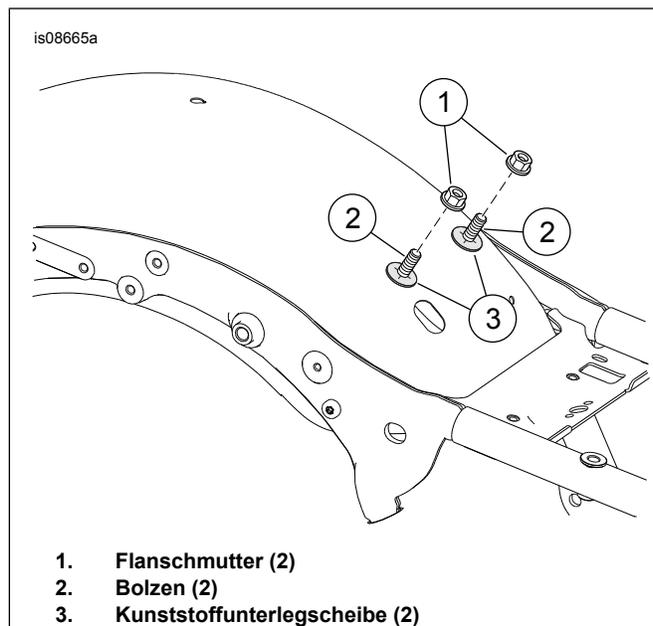

Abbildung 2. Befestigungsteile
3. Siehe Abbildung 2 >. Die Muttern abnehmen (1). Die Unterlegscheiben (3) und Bolzen (2) an ihrem Platz lassen.
5. Abbildung 2 Die Befestigungsplatte über die Bolzen (2) und Kunststoffunterlegscheiben (3) setzen.